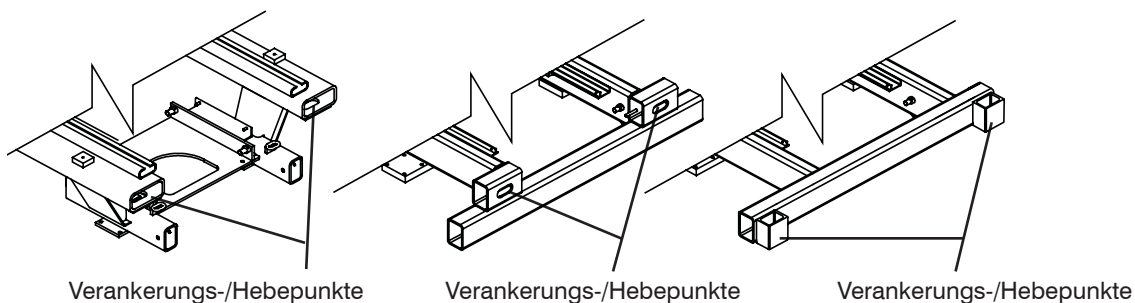

Abbildung 2-17. Verankerungs-/Hebepunkte
- Die Hebevorrichtung kann wie in Abbildung 2-17 gezeigt an allen vier Hebepunkten befestigt werden.
Beim Transport muss die Arbeitsbühne auf dem Lastwagen bzw. Anhänger gesichert werden. Verankerungen sind, wie in Abbildung 2-17 dargestellt, verfügbar.